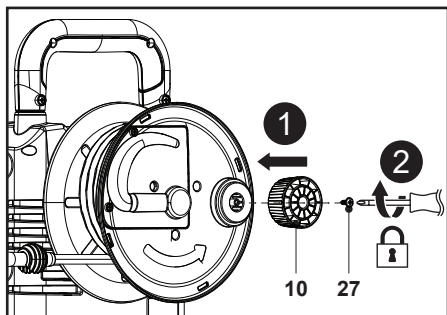

Fig. 3
1. Aligner le trou de montage du bouton du dévidoir (10) sur son emplacement sur la machine, puis fixer le raccord avec la vis (ST4,8 x 16) (27) à l'aide d'un tournevis cruciforme adapté (non fourni) (Fig. 3, étapes 1 et 2).